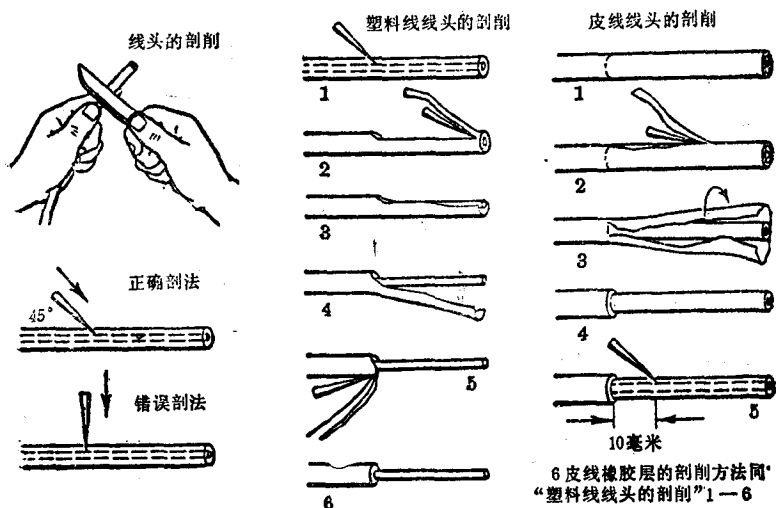

图 1-2 塑料线和皮线线头的剖削
约 10 毫米处，用电工刀以 45° 角倾斜切入橡胶层。⑥ 皮线橡胶层的剖削方法同“塑料线线头的剖削”（图 1-2）。